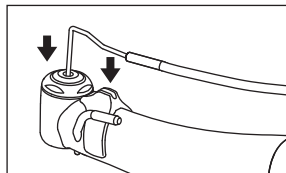

Fig. 8
- 3) Insérez l'extrémité de l'embout de spray interne dans l'orifice au sommet de la tête de l'instrument, puis fixez l'embout de spray interne dans la fente sur le porte-embout. (Fig.8)